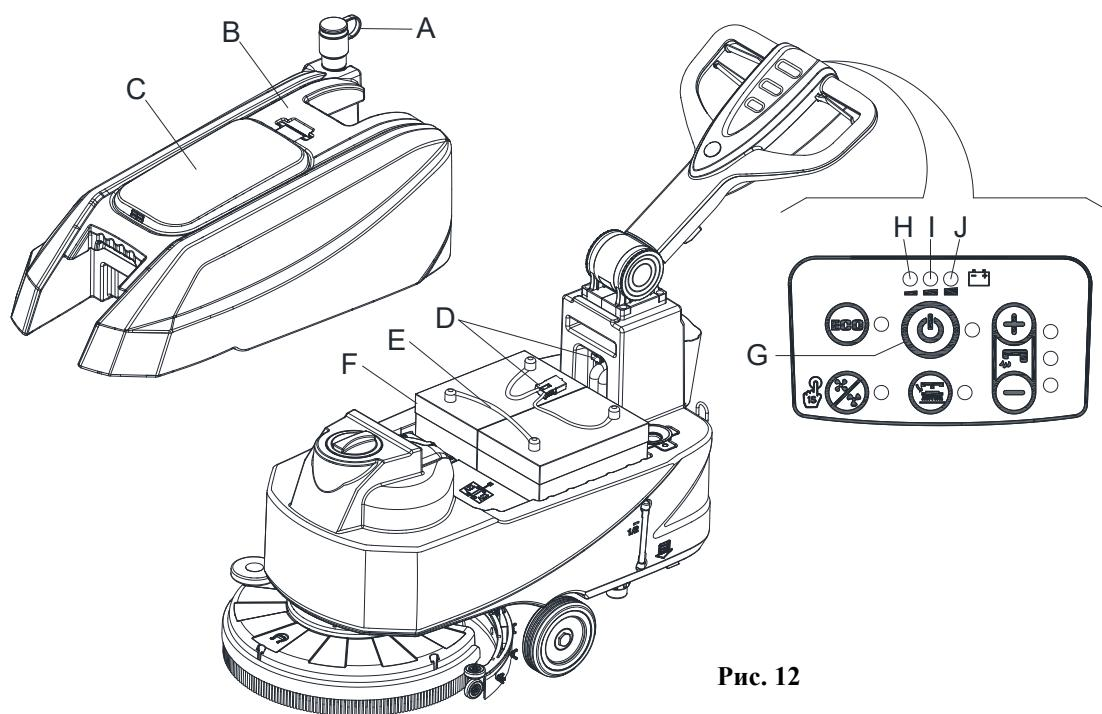

Рис. 12
1. Откройте крышку (C, Рис. 12) и убедитесь, что бак грязной воды (B) пуст; в противном случае слейте из него воду при помощи сливного шланга (A).
2. Осторожно переместите узел бака грязной воды (B, Рис. 12).
3. Подсоедините разъем батареи (D, Рис. 12).
4. Осторожно верните на место узел бака грязной воды (B, Рис. 12).
6. Нажмите на пусковой переключатель (G, Рис. 12).
- Проверьте уровень электролита внутри батарей (F); при необходимости пополните его через колпачки.
- При необходимости очистите верхнюю поверхность батарей (F).
Зарядите батареи, если загорелся желтый (I, Рис. 12) или красный предупредительный световой сигнал (H), или после завершения уборки.